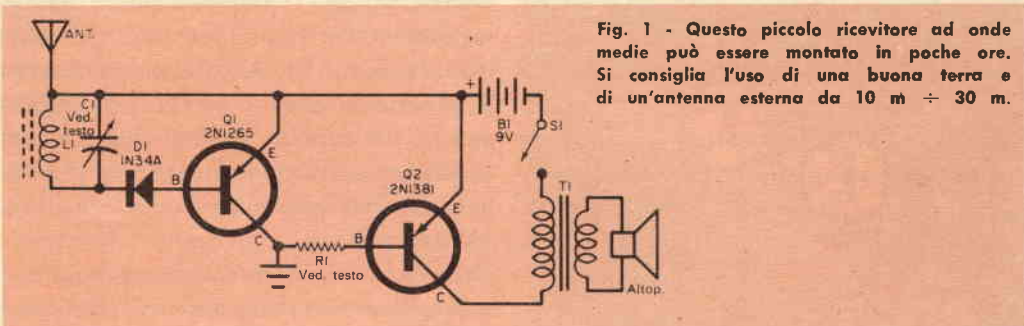

Fig. 1 - Questo piccolo ricevitore ad onde medie può essere montato in poche ore. Si consiglia l'uso di una buona terra e di un'antenna esterna da 10 m ÷ 30 m.
**Circuiti a transistori** - Nei circuiti che questo mese presentiamo sono usati transistori p-n-p con accoppiamento diretto. Il primo circuito, riportato nella *fig. 1*, rappresenta un ricevitore per onde medie che può essere montato in poche ore su un telaio isolato o metallico.